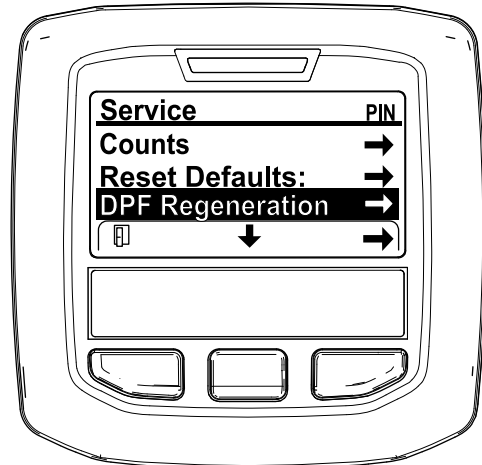

Figura 44
3. No MENU DE MANUTENÇÃO, prima o botão do meio até surgirem as opções de REGENERAÇÃO DO DPF e prima o botão direito para selecionar a opção de REGENERAÇÃO DO DPF (Figura 44).